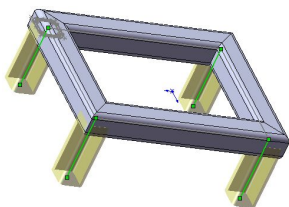
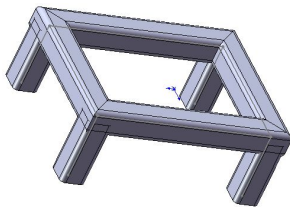

图 9-5 结构构件的预览
图 9-6 生成结构构件
(3) 重复第(1)步至第(2)步的操作, 生成另一组结构构件。
(4) 如果有必要, 可以设置不同的【标准】、【类型】和【大小】参数, 在图形区域显示出预览, 如图 9-5 所示。单击 【确定】按钮, 消除路径线段的选择并生成额外的结构构件, 如图 9-6 所示。